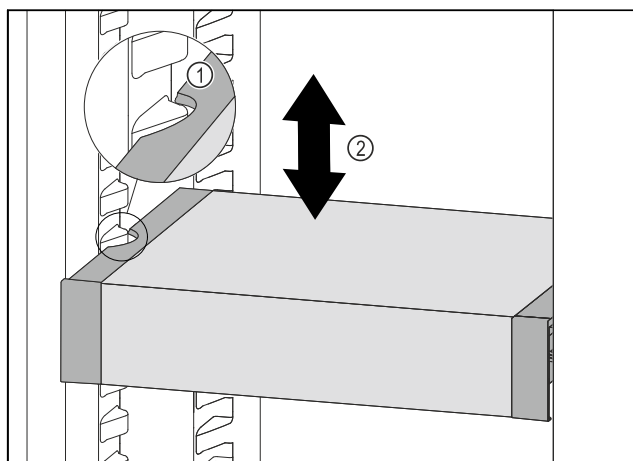

Fig. 180
- Tërhiqni VarioSafe për nga përpara, derisa foletë anësore të VarioSafe të jenë në lartësinë e brinjëve të kutisë në pjesën e ftohjes. Fig. 180 (1)
- Lëvizni VarioSafe për lart ose për poshtë në pjesën e ftohjes, derisa të arrihet lartësia që dëshironi. Fig. 180 (2)